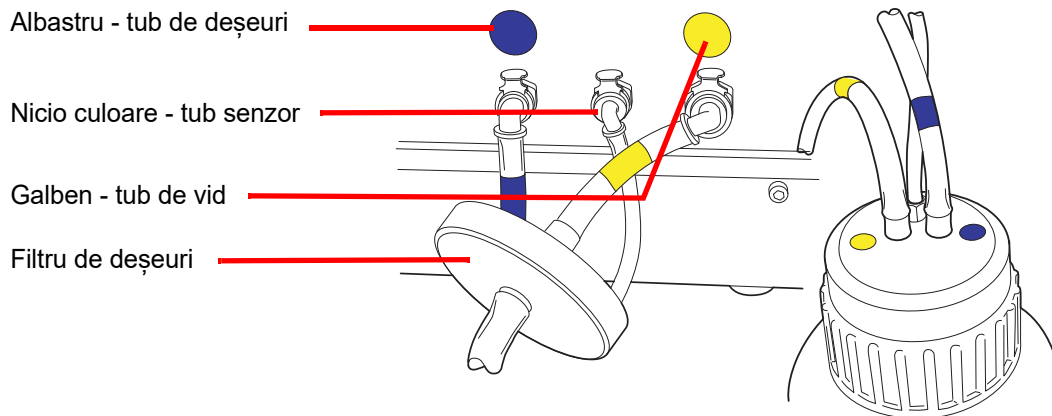

Figura 8-13 Conectorii tuburilor sticlei pentru deșeuri
3. Localizați cele trei conexiuni ale sticlei pentru deșeuri din spatele procesorului ThinPrep 5000. Consultați Figura 8-13. Asigurați-vă că butoanele conectorilor sunt îndreptate în jos/spre interior.